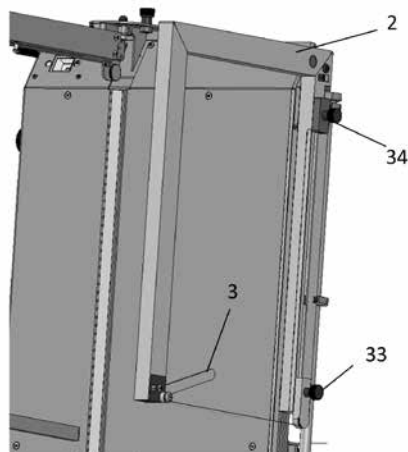

Abb. 8
- Zuerst übertragen Sie das Winkelmaß der Dachneigung mit einer Dämmplatte (s. Gehrungsschnitte) auf den Schneidedraht des Eckschneiders. Dazu stellen Sie die zugeschnittene Dämmplatte (Gehrungsschnitt) auf die Auflageschienen und führen den Eckschneider an den Winkel heran. Nutzen Sie zur Übernahme des Winkels die Gehrungshilfe des Eckschneiders (Pos. 3, Abb. 8). Der Winkel kann auch direkt mit der Schmiege auf die Gehrungshilfe des Eckschneiders (Pos. 3, Abb. 8) übertragen werden.
- Anschließend übertragen Sie den Winkel auf den Schneidedraht: Schieben Sie den Eckschneider in die Ausgangsposition zurück. Lösen Sie die Schraube für die Winkelreiter (Pos. 33, Abb. 8) und den Drahtspannreiter (Pos. 34., Abb. 8), richten den Draht in der Diagonale so aus, dass dieser parallel zur Dämmplatte und der Gehrungshilfe verläuft.
- Ziehen Sie die Schraube für den Winkelreiter (33) wieder fest an.
- Spannen Sie den Draht mit dem Drahtspannreiter (34), ziehen diesen nach oben bis der Draht ausreichend gespannt ist und arretieren den Reiter wieder.